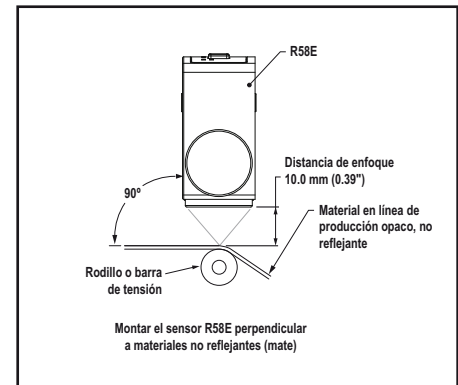

Figura 7. Montaje para detección de materiales opacos no reflectivos
- Cada vez que sea necesario, es una buena idea sensar un material entretrejado en un lugar por donde pase con cierta tensión ocasionada por una rueda o rodillo, para minimizar los efectos adversos de ondulaciones o dobleces (figura 7)